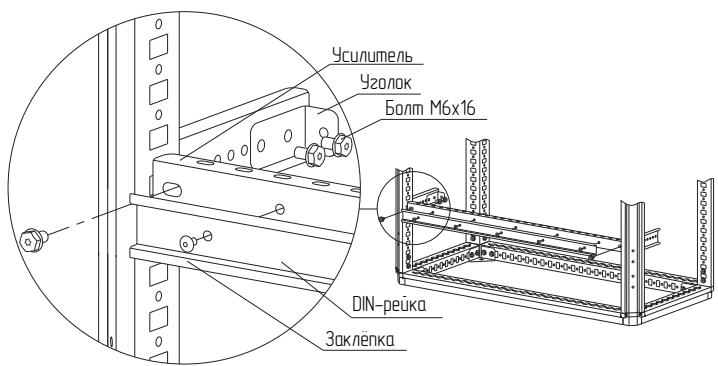

Рисунок 47
4.25.3 Установить уголки на кронштейны на нужную глубину, закрепить болтами М6×16 момент затяжки – 7 Н·м (рисунок 47).